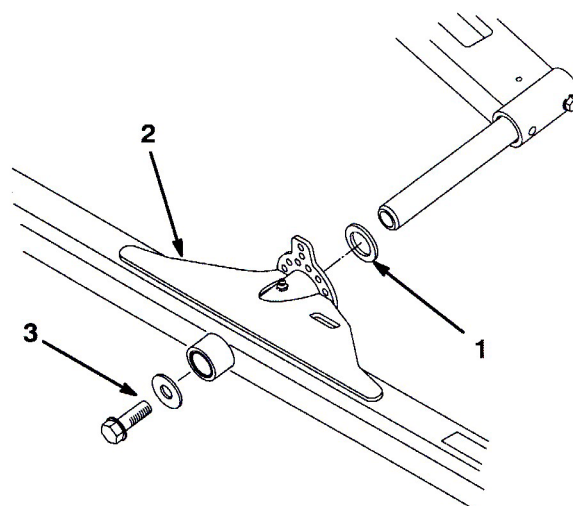

図10
1. 昇降アームのピボット・ロッドにスラストワッシャを通す (図10)。
2. ピボット・ロッドに、カッティングユニットのキャリア・フレームを取り付け、平ワッシャとフランジヘッド・キャップスクリュで固定する (図10)。